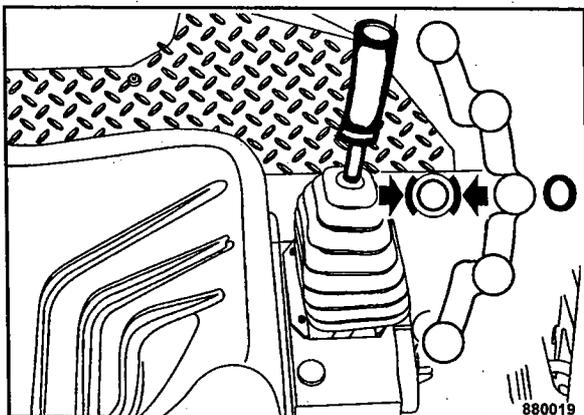

Fig. 52
- Colocar la palanca de marcha (Fig. 52) poco a poco en posición "0". La máquina se frena hidrostáticamente de forma automática. El freno cierra.